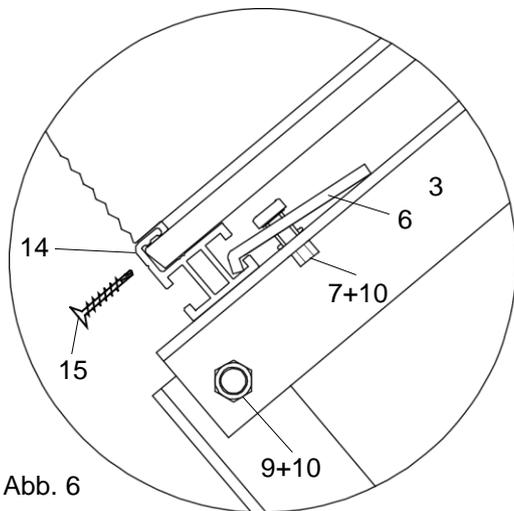

Abb. 6
- Fixieren Sie das Befestigungsprofil (14) unten mit den Spannklemmen (6), den Torband-Schrauben (7) und Sperrzahnmutter (10) am Schrägteil in den dafür vorgesehenen Bohrungen (Abb. 6).
- Die Trägerplatte (1) wird nun mit ausreichend Kies beschwert. Der Abstand zwischen Auflageprofil unten (Kollektorunterkante) und Kiesschüttung muss mindestens 15 cm betragen, um die einwandfreie Belüftung der Kollektoren zu garantieren. Die Kollektoren sind mit einer Kiesschüttung von mind. 10 cm oder einer *der Statik genügenden Höhe* zu beschweren (Kies mit Körnung 16/32, Rohdichte 1.800 kg/m³). **Insbesondere sind die Normen EN 1991-1, DIN 1055 bzw. ÖNORM M7778 zu berücksichtigen (statische Berechnung)!**
- Legen Sie die Kollektoren auf das untere Befestigungsprofil (14). Schieben Sie das obere Befestigungsprofil in die am Kollektor vorgesehene Nut (Abb. 6 und 7). Die hydraulische Verbindung zwischen den einzelnen Kollektoren erfolgt über die Anschlussverschraubung (bereits am Kollektor vormontiert). Ziehen Sie diese mittels 2 Gabelschlüssel fest, um den geeigneten Abstand zwischen den Kollektoren zu erhalten.